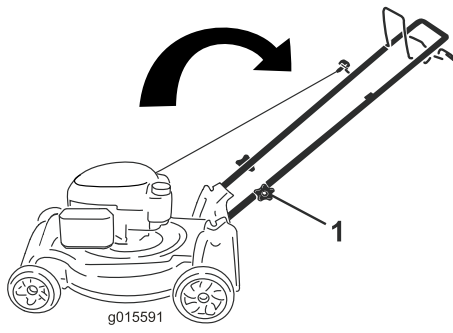

Figure 31
1. Desserrez les boutons du guidon jusqu'à ce que le guidon bouge librement (Figure 31).
1. Bouton du guidon (2)
2. Pliez le guidon en avant de la manière indiquée (Figure 31).